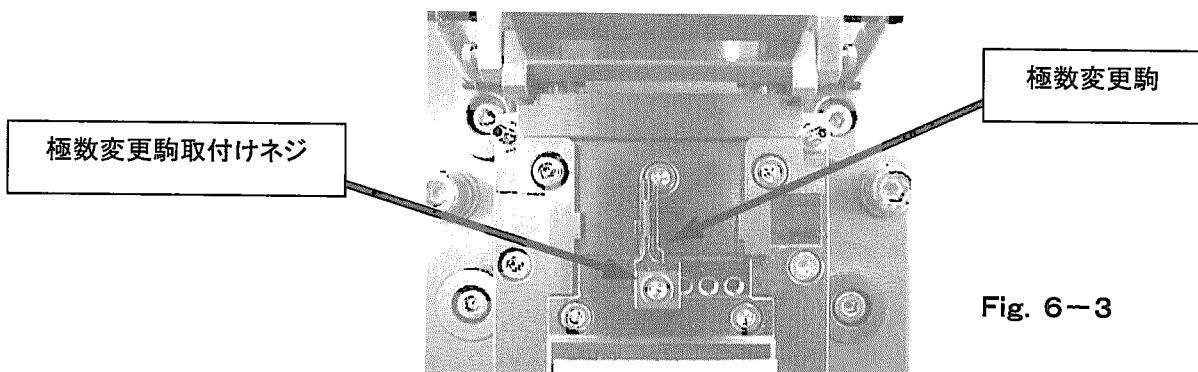

Fig. 6-3
## (2) 極数変更 &lt;Fig. 6-3&gt;
- ① 生産するコネクタをコネクタセット部にセットして下さい。
- ② 極数変更駒取付けネジを外し、極数変更駒を左(コネクタ側面)に軽く押付けて下さい。
- ③ 極数変更駒取付けネジを締め、極数変更駒を固定して下さい。
- ④ 圧接及びバレルクリンプを行い、製品取付適用規格 114-5276-□で問題が無い事を確認して下さい。再調整が必要な場合は①～③を繰り返して下さい。